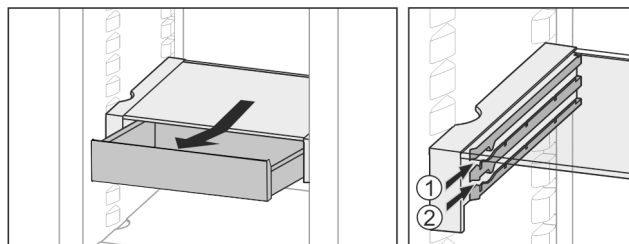

Fig. 20
- ▶ Вкарайте го на височина по избор *Fig. 20 (1)* или *Fig. 20 (2)*.